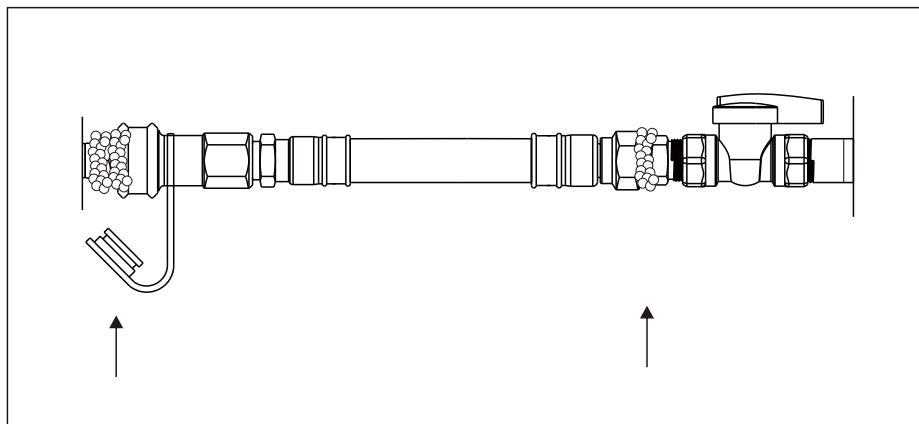

Figura 10
7. Compruebe todas las conexiones y uniones con una solución jabonosa libre de amoníaco, o use una solución especial para detectar fugas de gas. Las burbujas que parecen crecer en tamaño son un indicativo de que hay una fuga de gas (Figura 10)